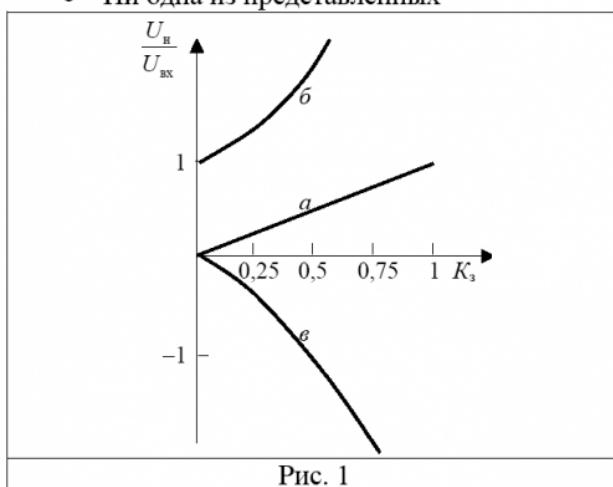

Рис. 1
- Рис. 1
9. Какая из трех зависимостей, представленных на рис. 1, относится к схеме, приведенной на рисунке 2?